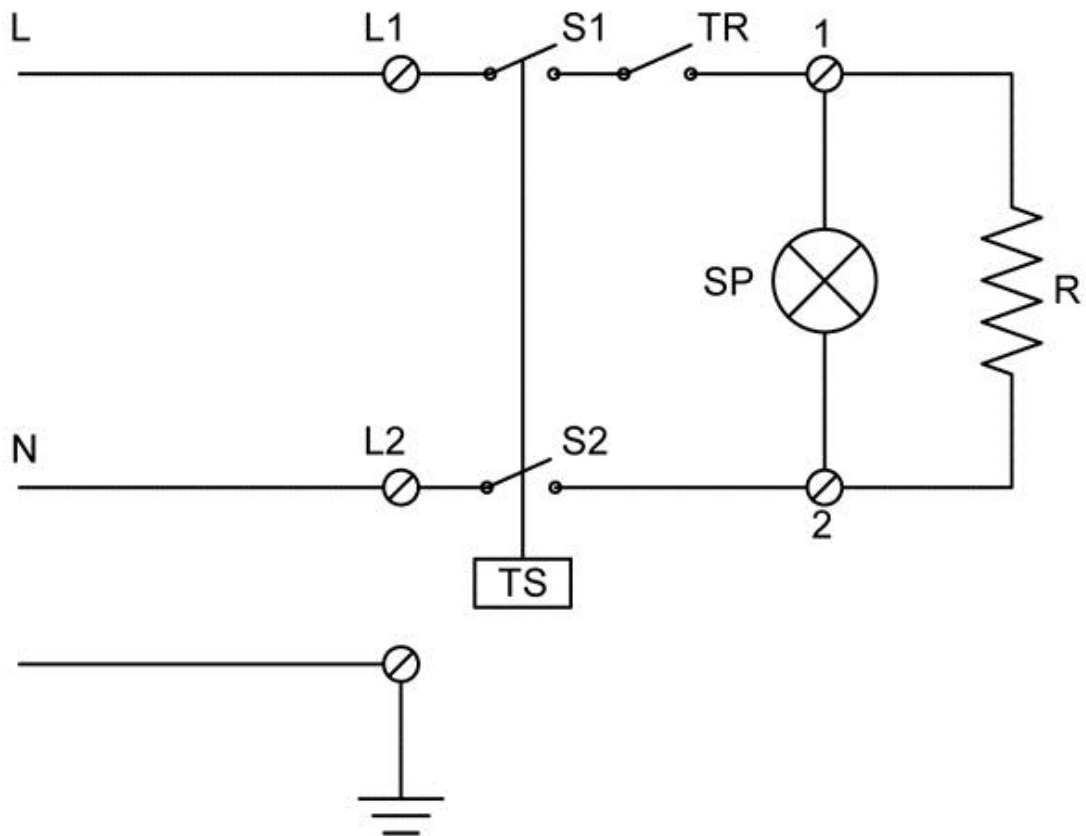

Fig. 2
- urmati instructiunile specifice pentru conectarea la curentul electric (Fig.2) si remontati calota (Fig.13, ref.2)
- urmariti instructiunile pentru conectarea la energie electrica (Fig.2) si remontarea calotei (fig. 13, ref.12);